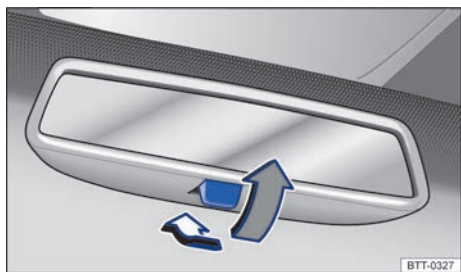

图 81 前风窗玻璃上：手动防眩目车内后视镜
- 后拨调整杆即可将车内后视镜调至防眩目状态 ⇒ 图 81。